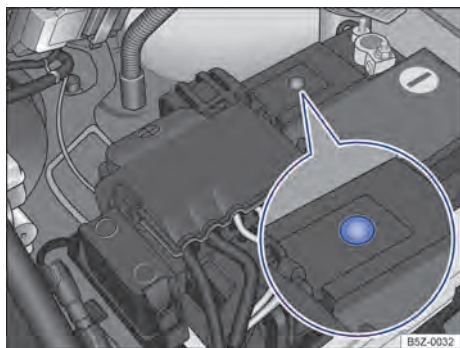

Fig. 201 No compartimento do motor: exemplo de posição do visor no lado superior da bateria do veículo.
- O visor redondo → Fig. 201 na parte superior da bateria do veículo muda de cor conforme o nível do eletrólito.